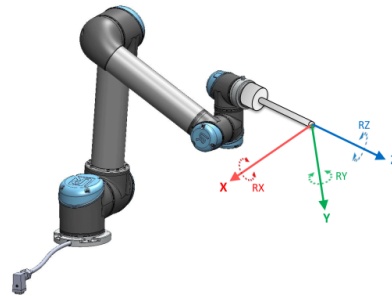

Abbildung 13.2: Tool (TCP)-Funktion
- *Werkzeugfunktion*: der Ursprung liegt im Zentrum des aktuellen TCP (siehe Abbildung 13.2)